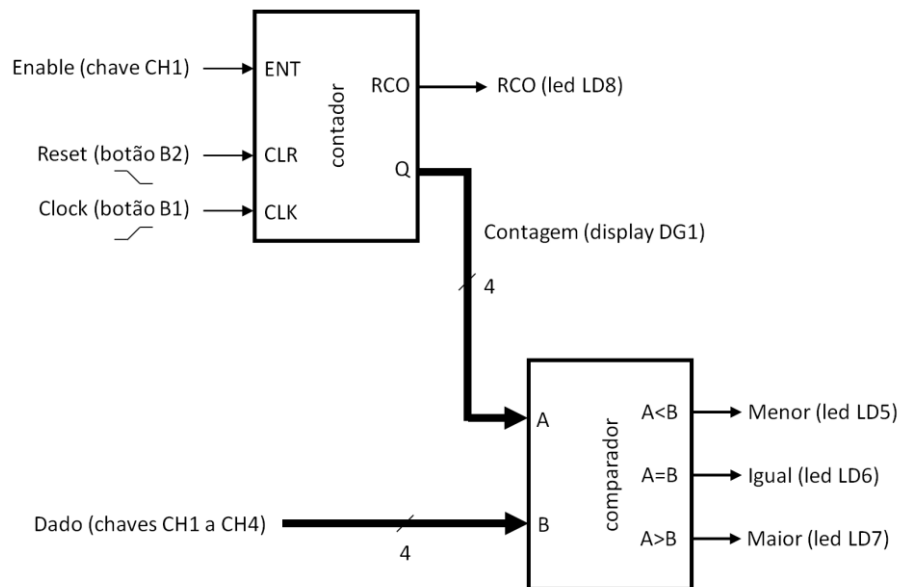

Figura 2 – Diagrama esquemático do circuito digital simples.
g) Esta atividade usa o circuito digital representado pelo diagrama esquemático da figura 2.
7. Explique como seria o diagrama de transição de estados da Unidade de Controle (UC) do circuito digital da figura 2 para implementar a seguinte funcionalidade: "inicialmente zerar contagem e, em seguida, depois da ativação do sinal de entrada iniciar, começa a contagem a cada borda de clock e, enquanto o contador não atingir o valor do final da contagem, testa se a entrada de dados tem um valor menor que a contagem atual. Quando a contagem atingir o valor final, ativa uma saída de controle fim até a ativação do sinal reset."